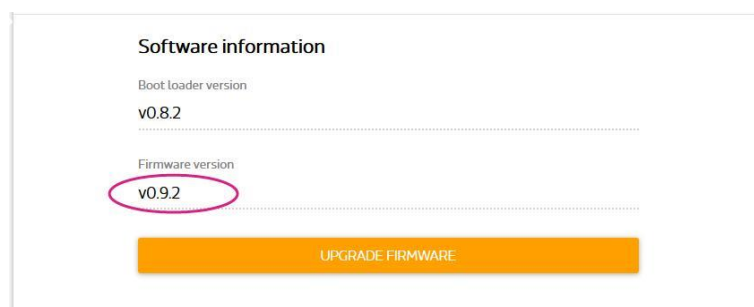

图 26 查看固件版本
- 6) 几秒钟之后，Wi-Fi LED 熄灭，打开 Wi-Fi 连接面板，搜索并连接名为 LinkIt_Smart_7688_XXXXXX 的热点，重新加载 mylinkit.local 网页，设置新的密码并登录，在软件信息栏查看新的固件版本号，如图 26 所示，固件升级完成。